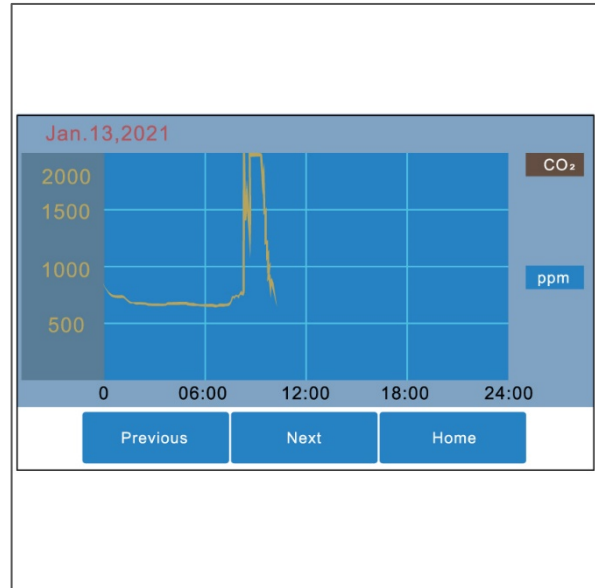

Figura 15
2. Se abre la pantalla general de CO₂ (Figura 15).